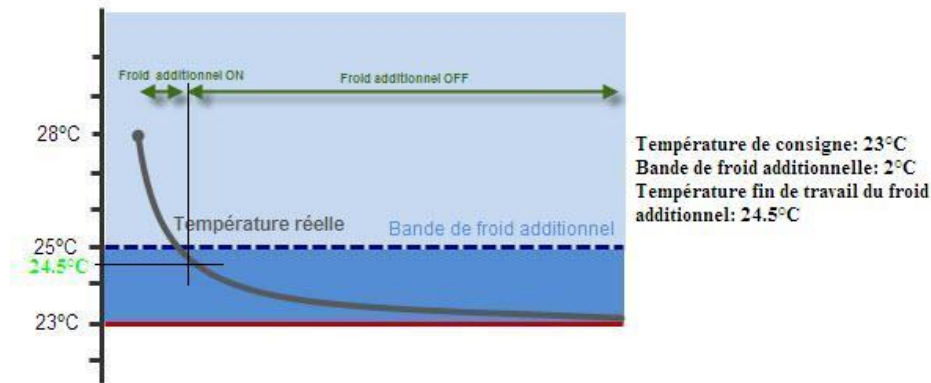

Figure 2.7. Exemple d'action du Froid Additionnel
- 🌐 **Mode Froid:** Dès que la température réelle (référence) de la salle sera **supérieure ou égale** à la somme des valeurs de la **température de consigne** et de la **bande de froid additionnel** configurée, le système additionnel s'activera pour obtenir un refroidissement plus rapide de la salle. Le froid additionnel se désactivera (et donc le système additionnel) quand la température réelle sera inférieure ou égale à la consigne plus la bande moins 0.5°C ($T^{\circ} \text{réelle} \leq \text{Consigne} + \text{Bande de Froid additionnel} - 0.5^{\circ}\text{C}$). Voir figure 2.7.